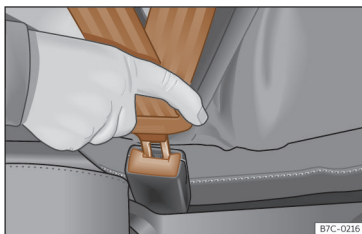

Fig. 23 Inserir a lingueta do cinto de segurança no fecho correspondente.
- Encaixe a lingueta no fecho do respetivo banco >>> **Fig. 23.**